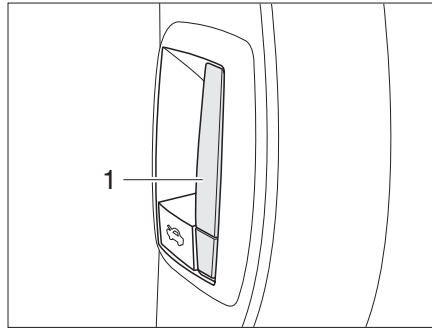

Fig. 23 Palanca de desbloqueo del capó del motor, en el interior
- Tirar de la palanca (Fig. 23,1) en el salpicadero, en el lado izquierdo del vehículo. El capó del motor abre hasta el tope del gancho de retención.